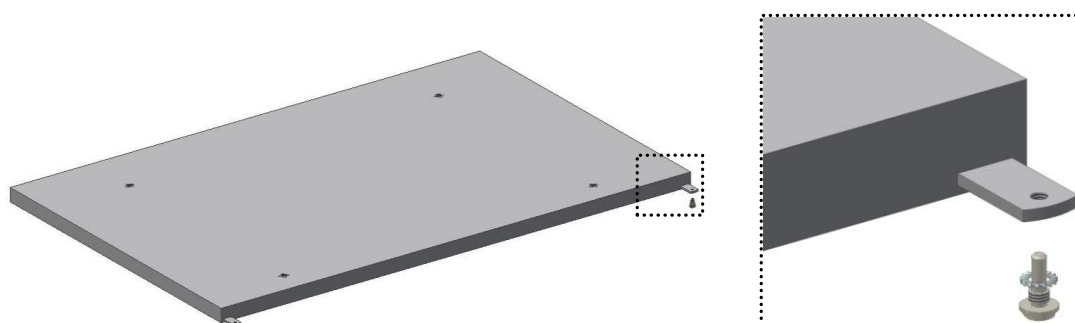

Fig. 1
- Collocare i due perni inferiori e le rondelle dentellate nella levetta di fissaggio delle porte (Fig.1);